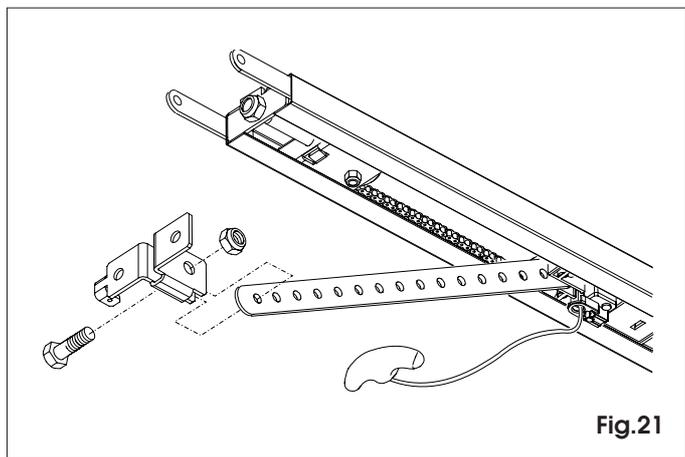

Fig.21
7.17 Fijen el enganche a la barra de arrastre con el tornillo y tuerca destinados a tal fin (fig.21).